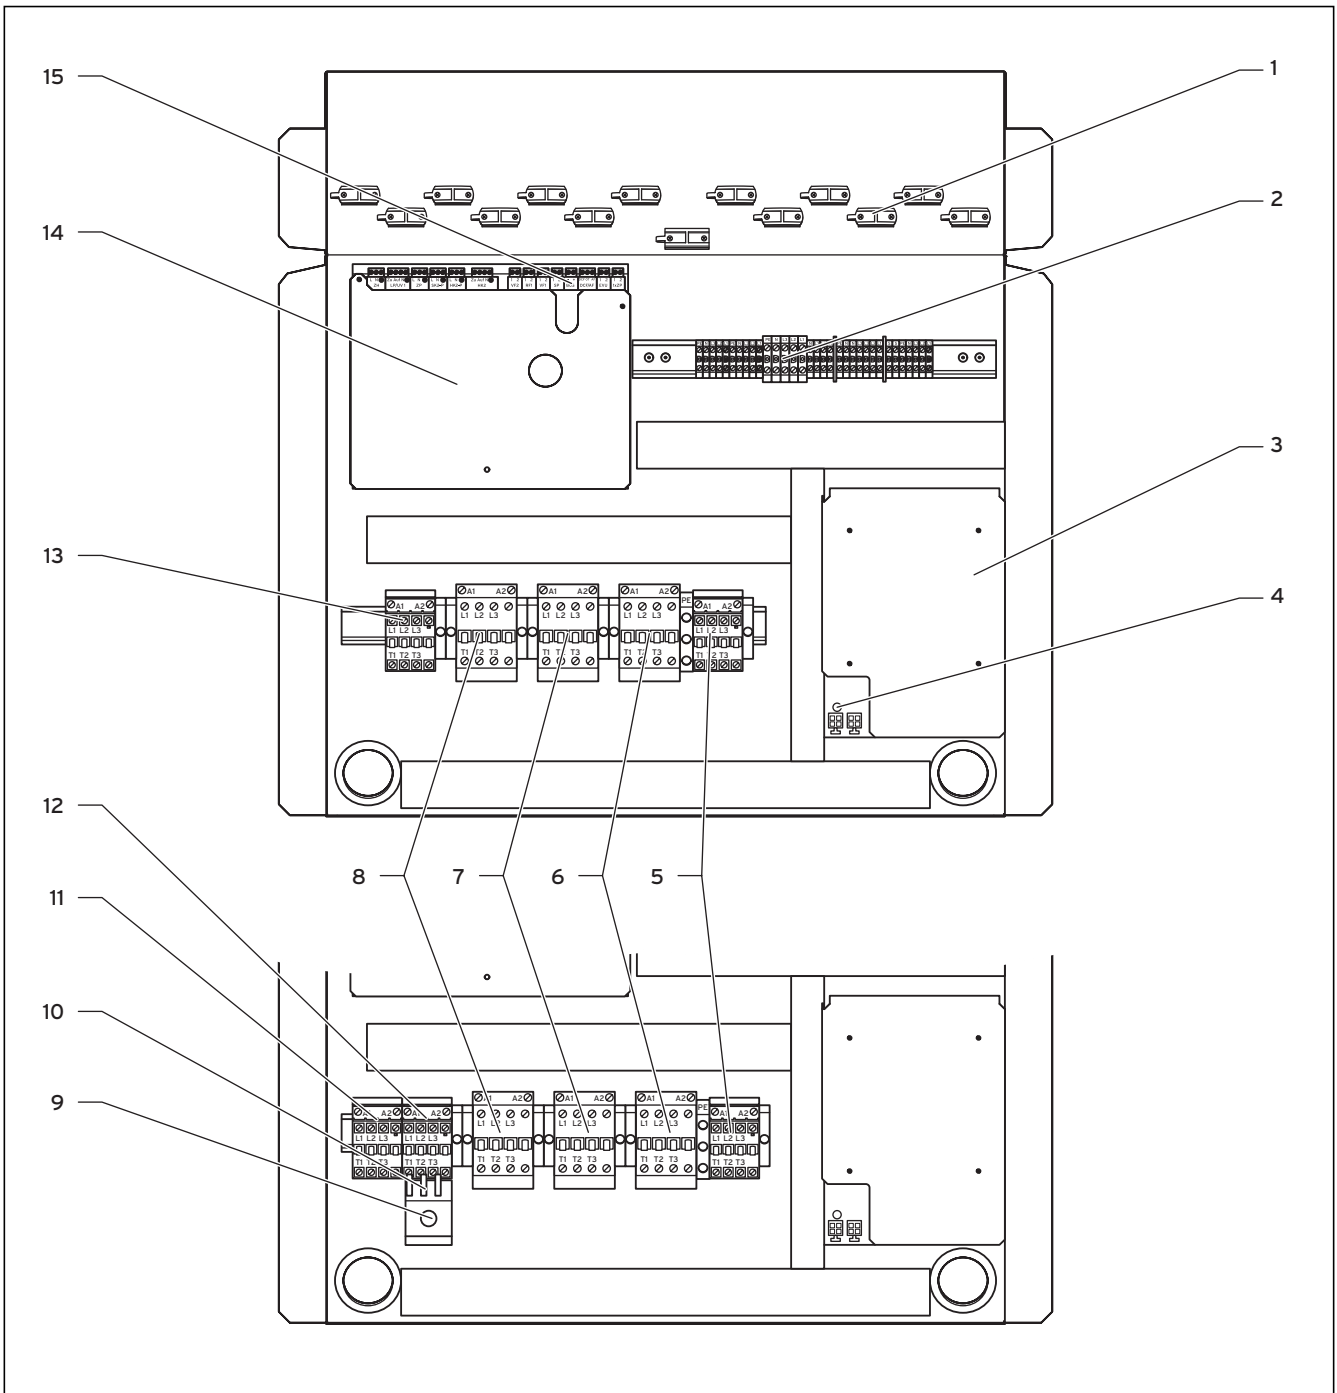
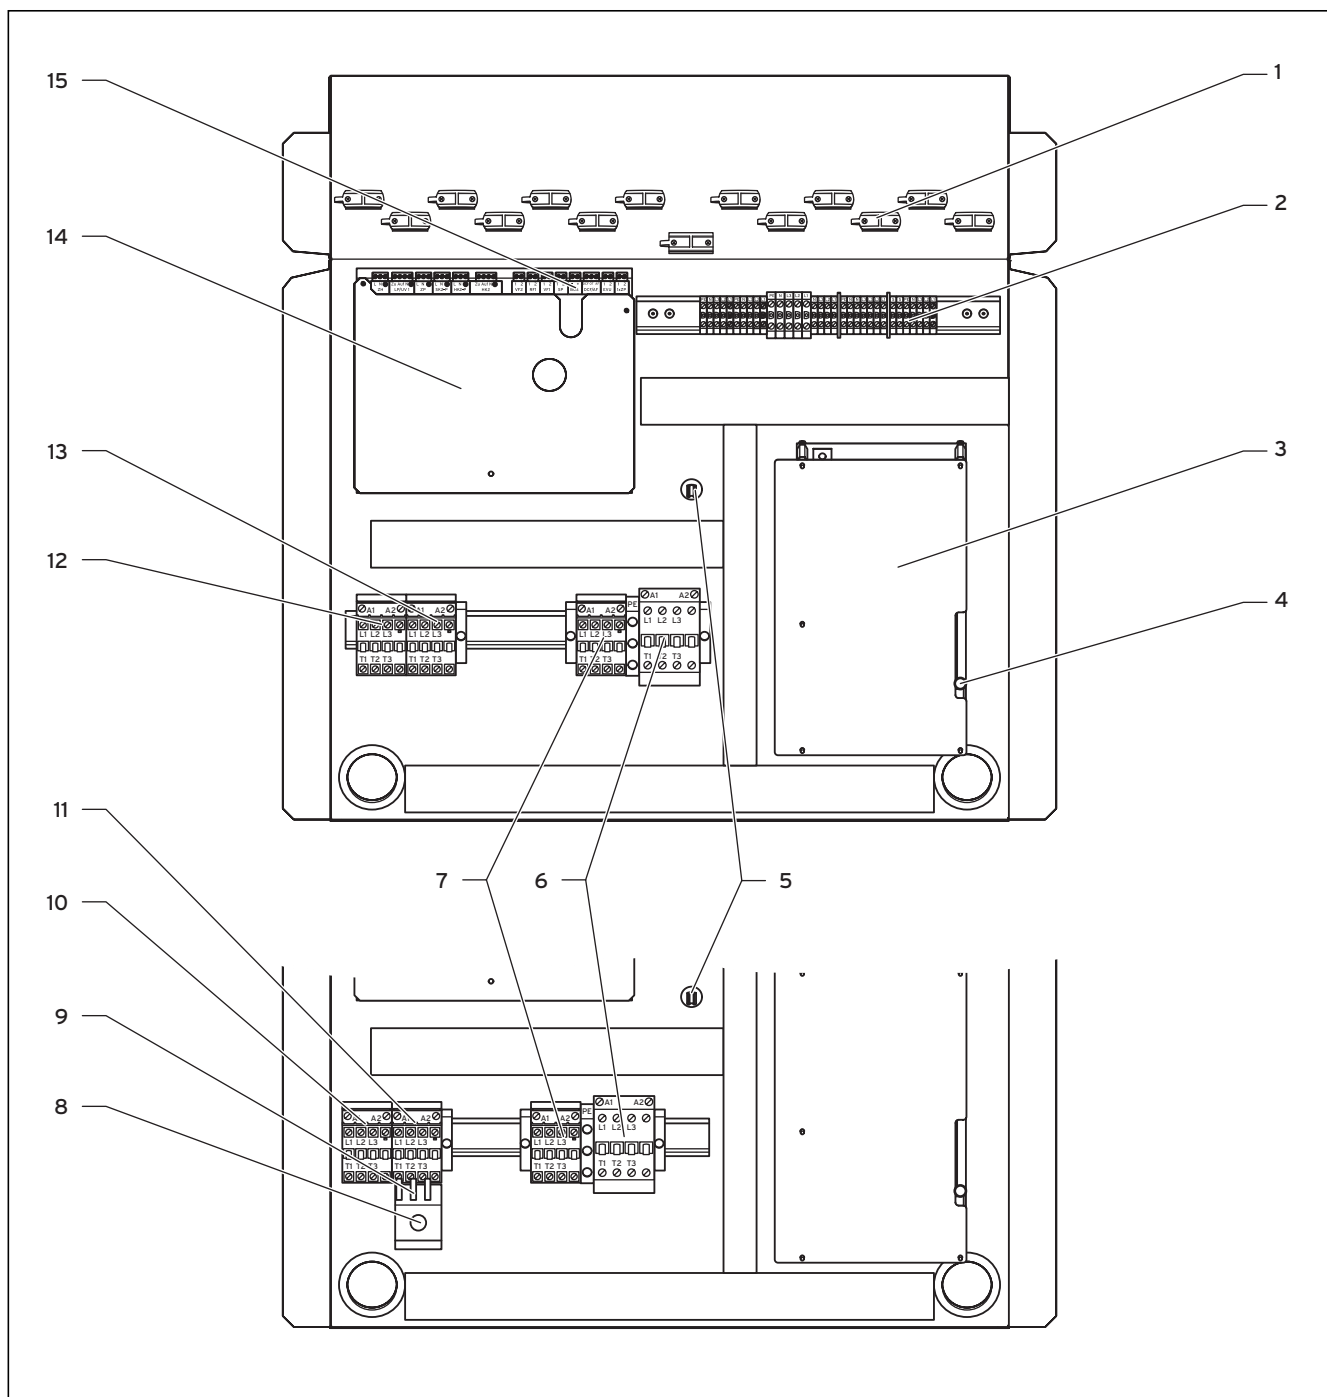

Рис. 7.1 Электрораспределительная коробка VWS и VWW 220/2 - 300/2
Рис. 7.2 Электрораспределительная коробка VWS и VWW 380/2 - 460/2
Занятость клемм на плате регулятора (14) (→ Рис. 7.1) и (→ Рис. 7.2) вы найдете в (→ Гл. 7.4). Занятость клемм (2) вы найдете в (→ Гл. 7.3).
Скважинный насос питается от трехфазного напряжения 400 В через предохранительное реле скважинного насоса (12) (→ Рис. 7.1) или (11) (→ Рис. 7.2).
Максимальное реле тока (защитный автомат двигателя) (10) (→ Рис. 7.1) или (9) (→ Рис. 7.2) защищает внешний скважинный насос от перегрузки.
➤ С помощью ручки управления (9) (→ Рис. 7.1) или (8) (→ Рис. 7.2) на реле тока перегрузки отрегулируйте ток выключения так, чтобы он был больше на 10 % от номинального тока скважинного насоса (0,8 - 2,7 А).